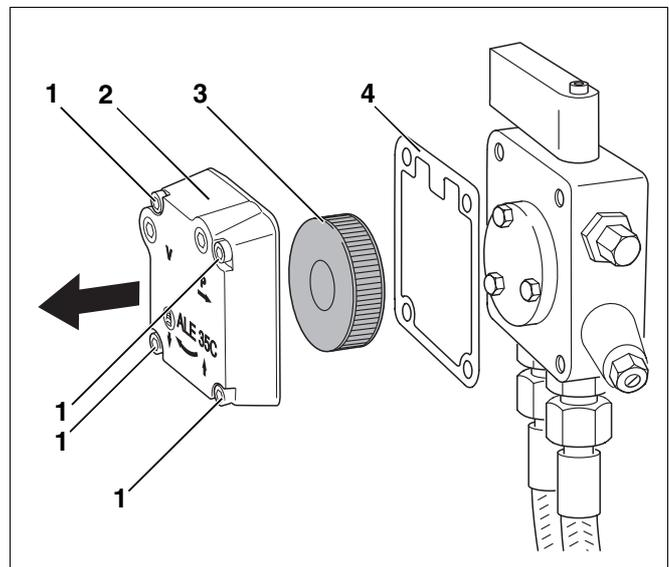

Abb. 21 Ölpumpenfilter prüfen – Ölpumpe Suntec
- Die vier Innensechskantschrauben (Abb. 21, **Pos. 1**) lösen.
- Gehäusedeckel (Abb. 21, **Pos. 2**) abnehmen.
- Ölpumpenfilter (Abb. 21, **Pos. 3**) herausnehmen.
- Dichtung (Abb. 21, **Pos. 4**) auf Beschädigung prüfen und ggf. austauschen.
- Ölpumpenfilter (Abb. 21, **Pos. 3**) mit Waschbenzin reinigen, ggf. austauschen und wieder in die Ölpumpe einbauen.